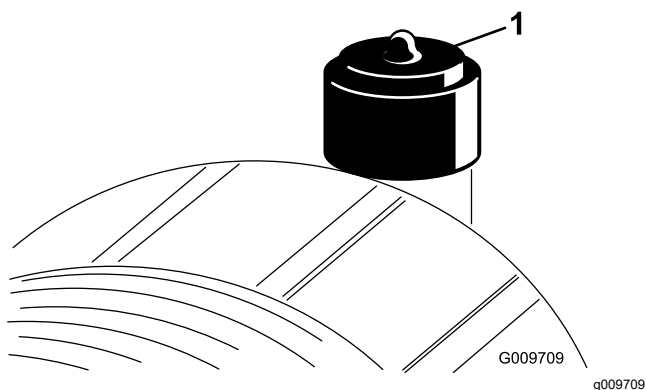

Рисунок 88
Фильтр воздухоочистителя следует обслуживать только при соответствующих показаниях индикатора необходимости технического обслуживания (Рисунок 88). Замена воздушного фильтра без необходимости ведет лишь к повышению вероятности попадания грязи в двигатель при извлечении фильтра.
2. Сбросьте индикатор (Рисунок 88), если он стал красным.